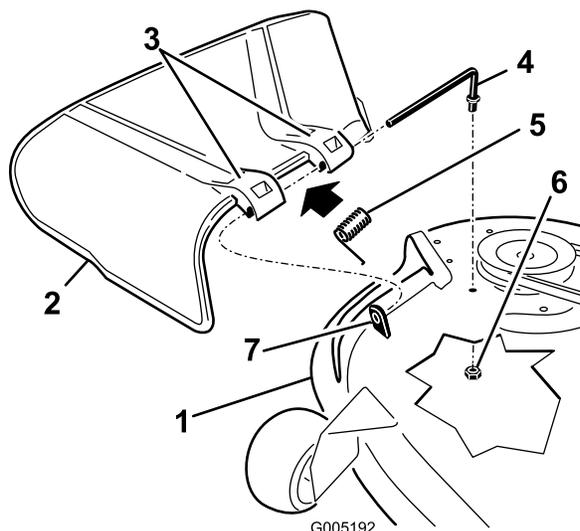

Bild 58
1. Machen Sie die in Bild 58 gezeigten Teile ausfindig.
2. Nehmen Sie die Mutter (3/8 Zoll) aus der Stange unter dem Mähwerk ab (Bild 58).
3. Schieben Sie die Stange aus dem kurzen Vorsprung, der Feder und dem Ablenkblech (Bild 58).
5. Montieren Sie das Ablenkblech (Bild 58).
7. Setzen Sie die Feder mit den Enddrähten nach unten auf die Stange, zwischen die Ablenkblechhalterungen. Schieben Sie die Stange durch die zweite Halterung am Grasablenkblech (Bild 58).
9. Befestigen Sie das hintere Stangenende mit einer Mutter (3/8") am Mähwerk, wie in Bild 58 abgebildet.